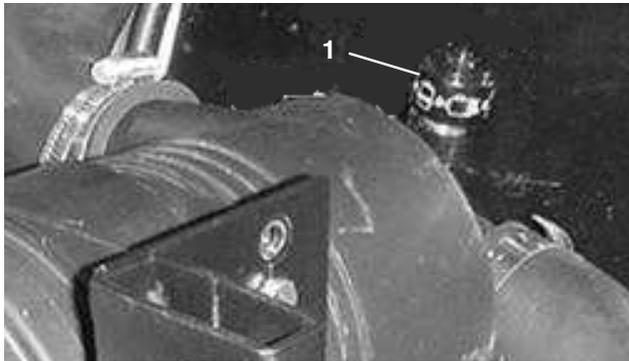

Figure 43
- Faites l'entretien du filtre à air quand l'indicateur de colmatage (Fig. 43) est rouge ou toutes les 450 heures (plus souvent s'il y a beaucoup de poussière ou de saleté). N'effectuez pas l'entretien du filtre à air trop souvent.
6. Réarmez l'indicateur de colmatage (Fig. 43) s'il est rouge.